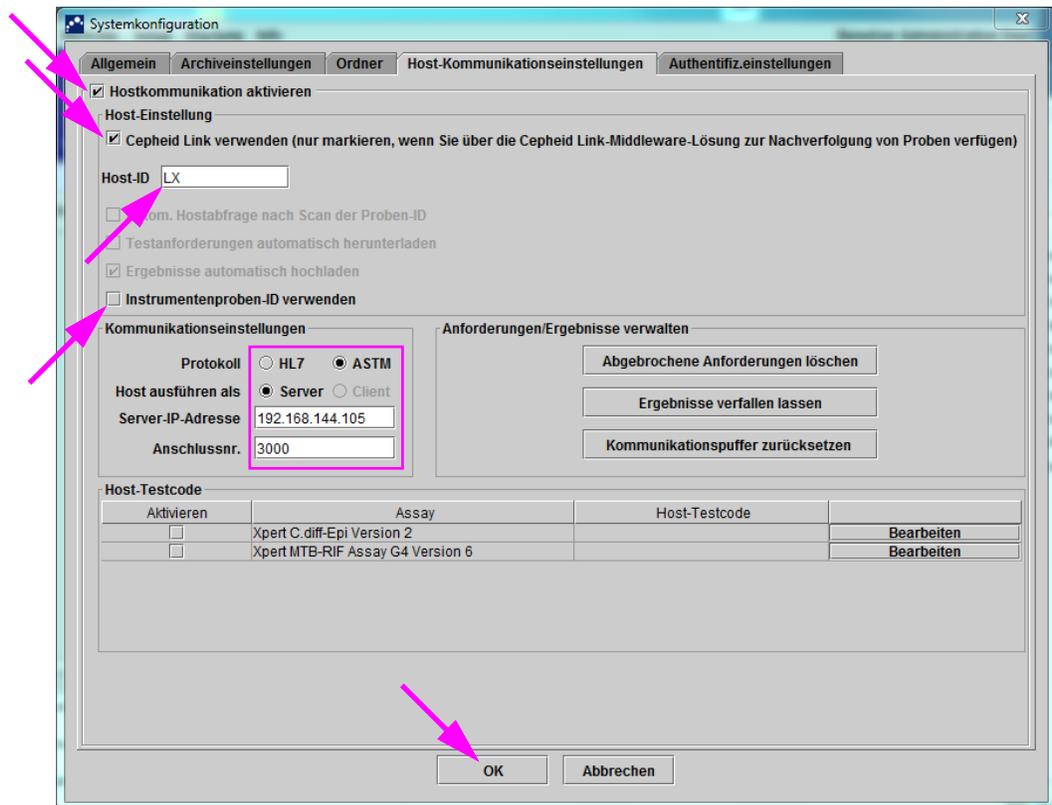

Abbildung 2-82. Für Cepheid Link konfigurierter Arbeitsbereich „Host-Kommunikationseinstellungen“
2. Wählen Sie die Schaltfläche **HOST-KOMMUNIKATIONSEINSTELLUNGEN** (vgl. Abbildung 2-82), um den Arbeitsbereich „Host-Kommunikationseinstellungen“ aufzurufen. Vgl. Abbildung 2-82.
3. Markieren Sie zur Aktivierung der Host-Kommunikation das Kontrollkästchen **Hostkommunikation aktivieren** oben links im Arbeitsbereich (vgl. Abbildung 2-82). Dadurch können andere Optionen im Arbeitsbereich „Host Communication Settings“ (Host-Kommunikationseinstellungen) ausgewählt werden.
4. Wählen Sie das Kästchen **Cepheid Link verwenden**, um die Host-Kommunikation für Cepheid Link einzurichten. Sobald das Kästchen **Cepheid Link verwenden** markiert wird, wird die Konfiguration zum größten Teil automatisch eingerichtet. Vgl. Abbildung 2-82.
8. Wenn Sie die Host-Kommunikation für den Cepheid Link-Server eingerichtet haben, betätigen Sie die Schaltfläche **OK**. Vgl. Abbildung 2-82.